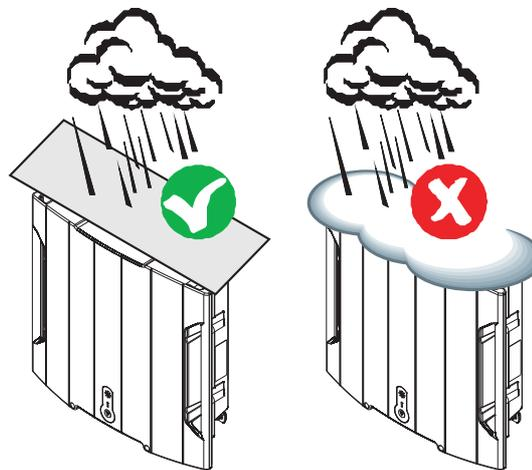

Figure 4-1
- Le Soladin peut être installé à l'intérieur comme à l'extérieur. En cas d'installation à l'extérieur, protéger le dessus du Soladin contre l'accumulation de neige ou de glace. (Figure 4-1).